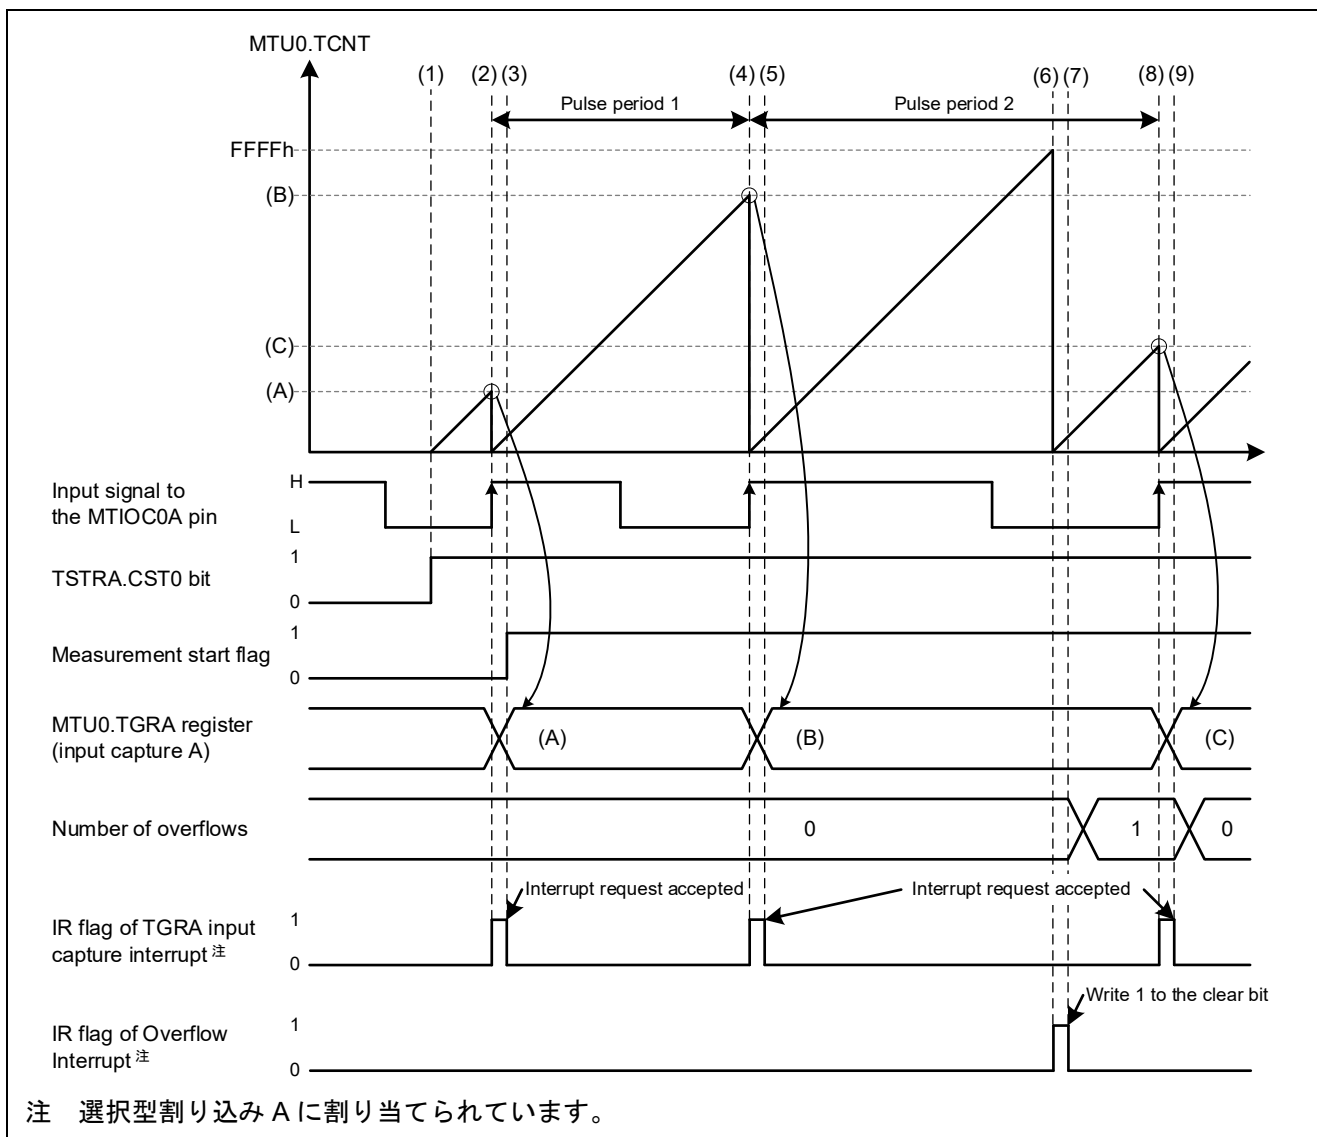

図 3-6 サンプルコードの動作
- (1) TSTRA.CST0 ビットに 1b を設定すると、MTU0 がカウントを開始します。
- (2) MTIOC0A 端子のレベルが Low から High に変化すると、MTU0.TCNT レジスタの値が MTU0.TGRA レジスタへ転送され、カウンタがクリアされます。同時に MTU0 のインプットキャプチャ A 割り込み要求が発生します。
- (3) インプットキャプチャ A 割り込み処理で、測定開始フラグを “1”（測定中）にします。また、オーバーフロー回数をクリアします。
- (4) MTIOC0A 端子のレベルが Low から High に変化すると、(2)と同じ動作が行われます。
- (5) インプットキャプチャ A 割り込み処理で、MTU0.TCNT レジスタのオーバーフロー回数（図 3-6 の(5)では “0”）と MTU0.TGRA レジスタの値（図 3-6 の(B)）を元にパルス周期を算出します（図 3-6 のパルス周期 1）。また、オーバーフロー回数をクリアします。
- (6) MTU0.TCNT レジスタがオーバーフローすると、オーバーフロー割り込み要求が発生します。
- (7) オーバーフロー割り込み処理で、オーバーフロー回数をカウントします。
- (8) MTIOC0A 端子のレベルが Low から High に変化すると、(2)と同じ動作が行われます。
- (9) インプットキャプチャ A 割り込み処理で、MTU0.TCNT レジスタのオーバーフロー回数（図 3-6 の(9)では “1”）と MTU0.TGRA レジスタの値（図 3-6 の(C)）を元にパルス周期を算出します（図 3-6 のパルス周期 2）。また、オーバーフロー回数をクリアします。